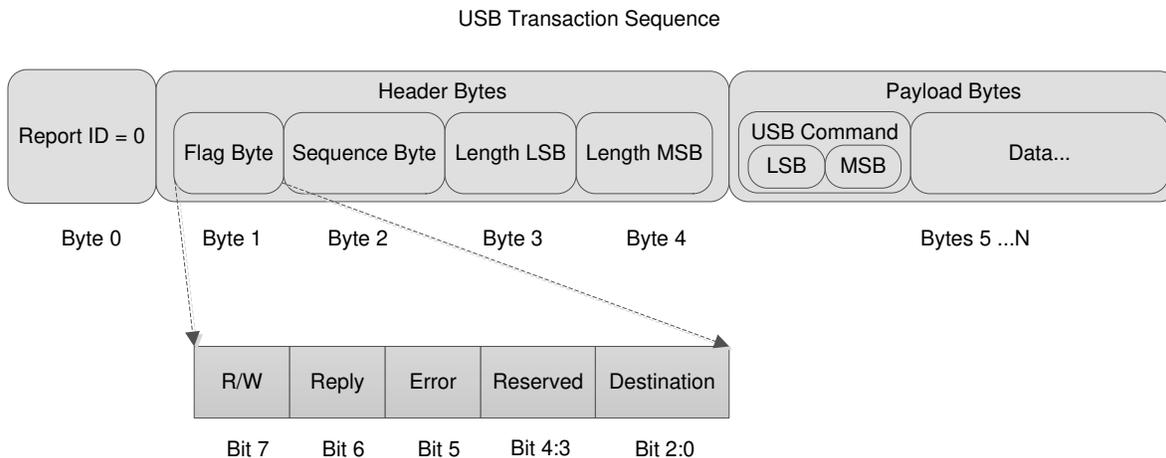

図 1-4. USB HID プロトコル
USB 1.1 HID プロトコルは図 1-4 に示す構造を持っています。ホストは、レポート ID、ヘッダー、ペイロードで構成されるバイト ストリームを構成する必要があります。これらの 3 つの部分の説明を以下に示します。
- 1) フラグ バイト: 図 1-4 に示され、セクション 1.2.2 とセクション 1.2.3 の読み出し / 書き込みの例で説明されています。